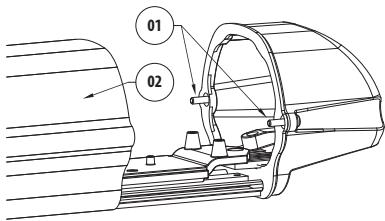
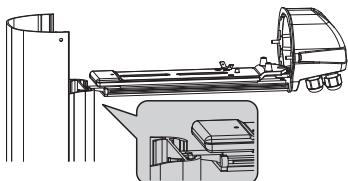

Fig. 01
Fig. 02
Per l'apertura della custodia (Fig. 01) svitare le 2 viti (01) poste lateralmente a metà altezza sul fondo posteriore, sfilare il corpo (02), appenderlo (Fig. 02) al sostegno apposito e lasciare in posizione di lavoro le slitte interna ed esterna. Solo prima di chiudere la custodia mettere all'interno la busta silicagel togliendo il sacchetto protettivo in nylon.
Fissare il circuito stampato sui perni della slitta nei pressi del fondo posteriore (Fig. 01, 03).